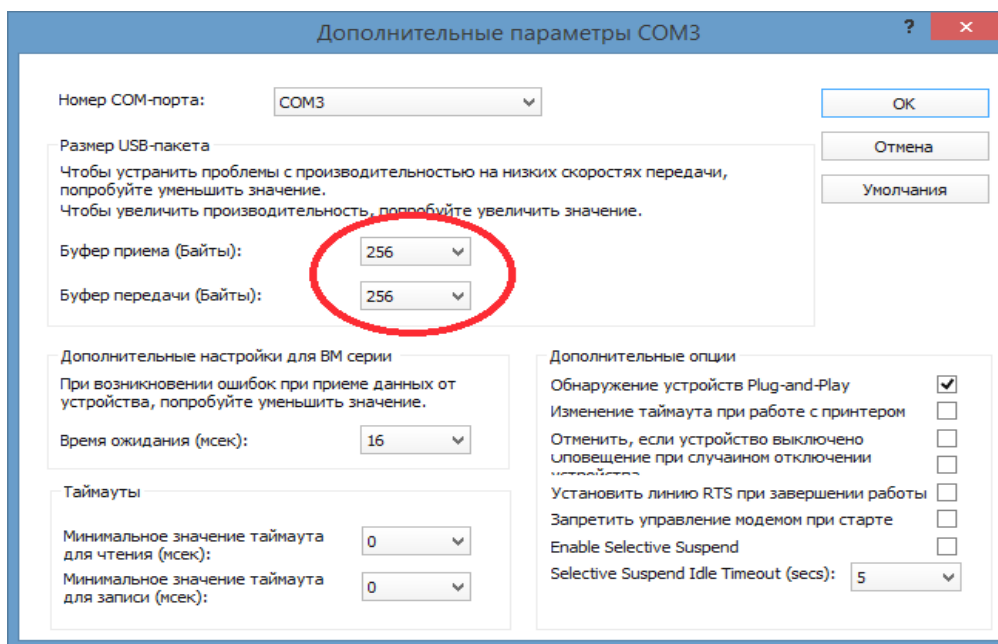

Рисунок 13
4) в открывшемся окне дополнительных параметров задать размер 256 байт для буфера приема и буфера передачи (Рисунок 13);